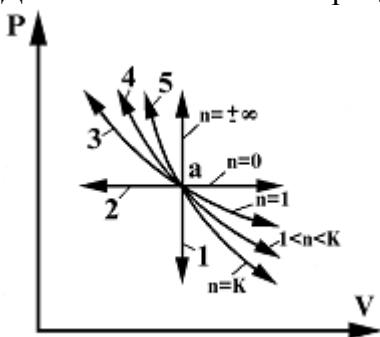

Рис.1
3. Для какого из газовых процессов значение α равно 1? (Показать на рис. 1.)
4. Для какого из газовых процессов значение α равно 0? (Показать на рис. 1.)
5. Для какого из газовых процессов значение $= \infty \alpha$? (Показать на рис. 1.)
6. Для какого из газовых процессов значение $1 = K \alpha$? (Показать на рис. 1.)